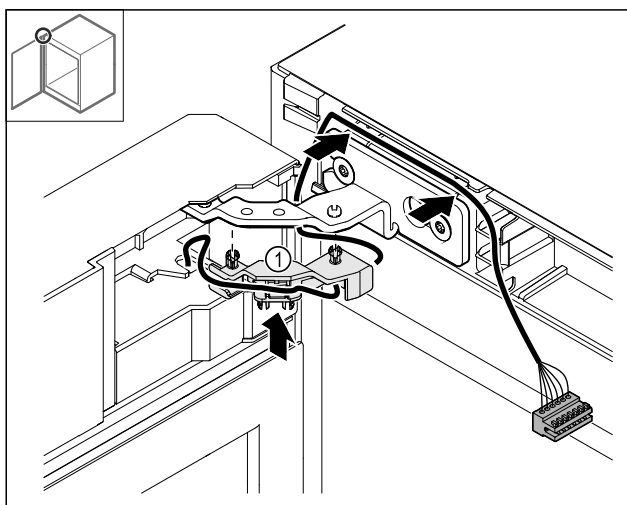

Fig. 44
- ▶ Притисніть кабельний тримач так, Fig. 44 (1) щоб він увійшов у шарнір.